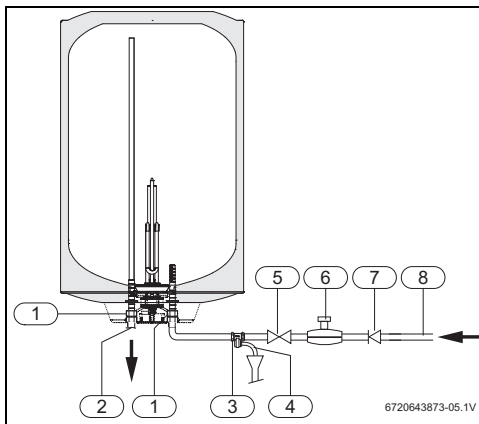

Fig. 13 Ligação de água (ES150/200)
- Instalar a válvula de segurança na entrada de água do termoacumulador. (Fig. 13, 14).
- ▶ Fechar a válvula de corte de água (→ Fig. 13, 14).